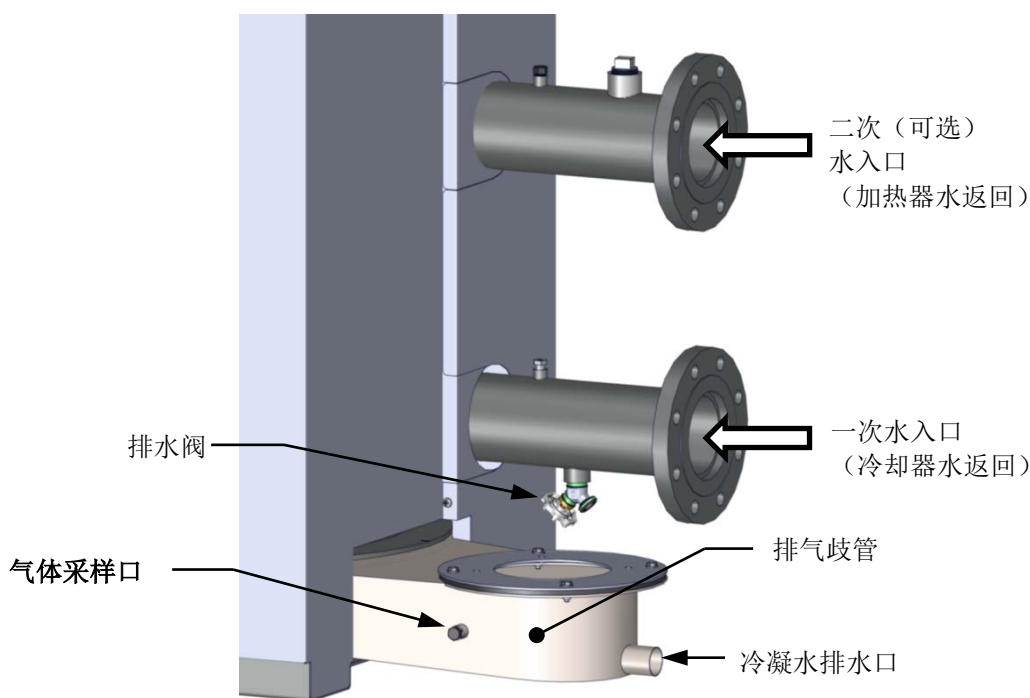

图 4-2：分析仪探头端口位置（右侧局部视图）
本设备在排气歧管的侧面有一个 1/4 英寸的 NPT 端口，如图 4-2 所示。请如下所示准备该端口用于燃烧分析仪探头：
1. 请参见图 4-2，从排气歧管取出 1/4 英寸的 NPT 塞子。